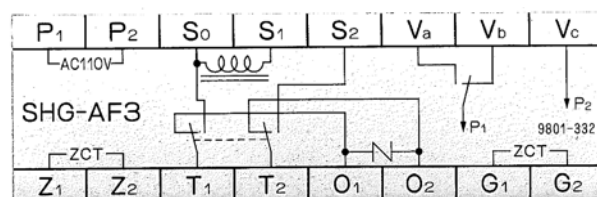

図3. 継電器裏面端子配列
(7) 継電器の制御電源P 1－P 2にAC 1 0 0 Vを入力して下さい。元の配線を外すなどにより他の機器への課電に配慮して下さい。継電器の端子配列は、図3を参照して下さい。
(8) VCBとの連動試験を実施する場合は、トリップ電源を接続します。電流トリップ方式の場合は継電器端子S 1－S 2に、電圧トリップ方式の場合はS_o－T 1間のa接点が無効になるようにACまたはDC電源を接続して下さい。元の配線を外すなどにより他の機器への課電に配慮して下さい。継電器単体の試験の場合はトリップ電源の接続は不要です。